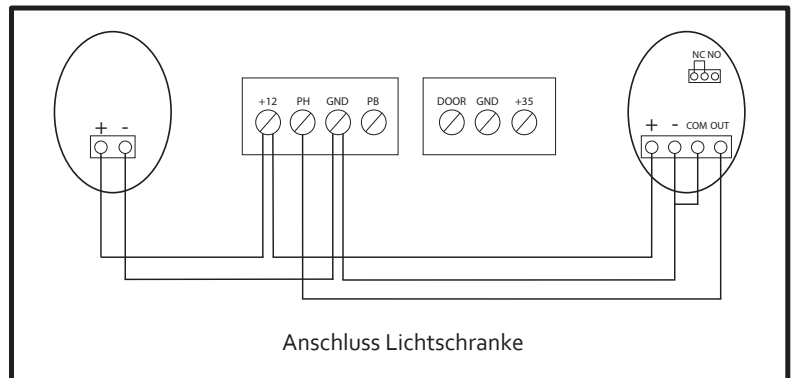

Bild 15
**Bemerkung:** Vergewissern Sie sich, dass die Lichtschranke ordnungsgemäß installiert wurde und an die Öffner-Kontakte der Klemmleiste angeschlossen ist (Bild 15).